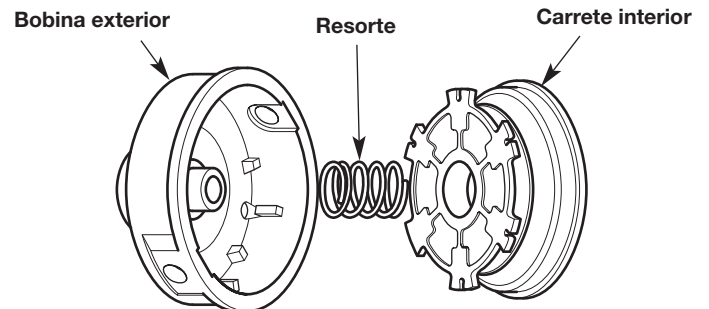

Fig. 18
- Saque el carrete interior de la bobina exterior (Fig. 18).
- Saque el resorte del carrete interior (Fig. 18).